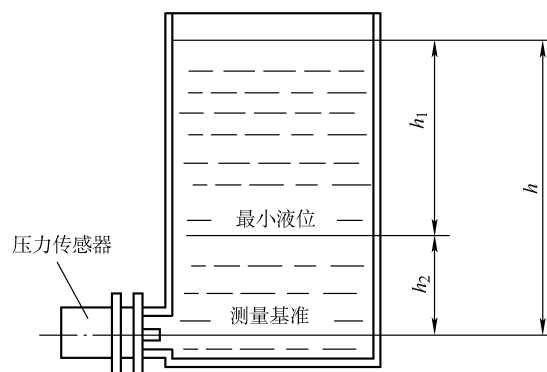

图 4-22 开放型储液罐压力示意图
4. 试分析图 4-22 所示压力传感器是如何测量液位高度的？
答：图 4-22 为压差式液位传感器，其工作原理是根据液面的高度与液压成比例的原理制成的。如果液体的密度恒定，则液体加在测量基准面上的压力与液面到基准面的高度成正比，因此通过压力的测定便可知液面的高度。